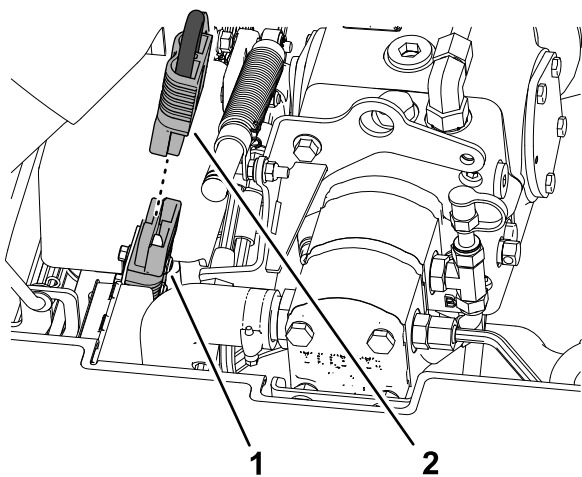

図 33
1. バッテリー切断ジャンパの接触面に誘電グリスを塗りつける 図 33。